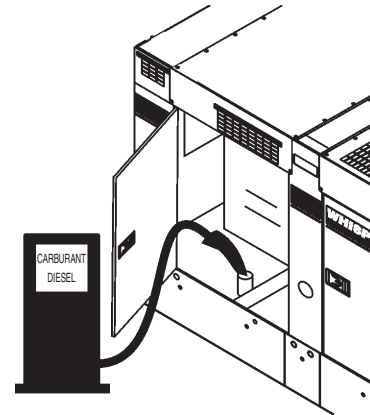

Figure 32. Alimenter le générateur
2. Ouvrir les portes du chariot sur le « côté droit » du générateur (de la position du panneau de commande du générateur). Retirer le bouchon du réservoir et remplir le réservoir (Figure 32).